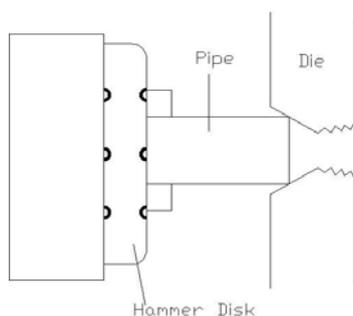

Рис.4
- d. Если труба не может достичь заднего патрона при нарезании резьбы на короткую трубу, чтобы немного ослабить передний патрон, вставьте короткую трубу и коснитесь матрицы, что хорошо для обеспечения того, чтобы труба находилась в центральном положении при затягивании переднего патрона. Пожалуйста, обратитесь к рис.4.